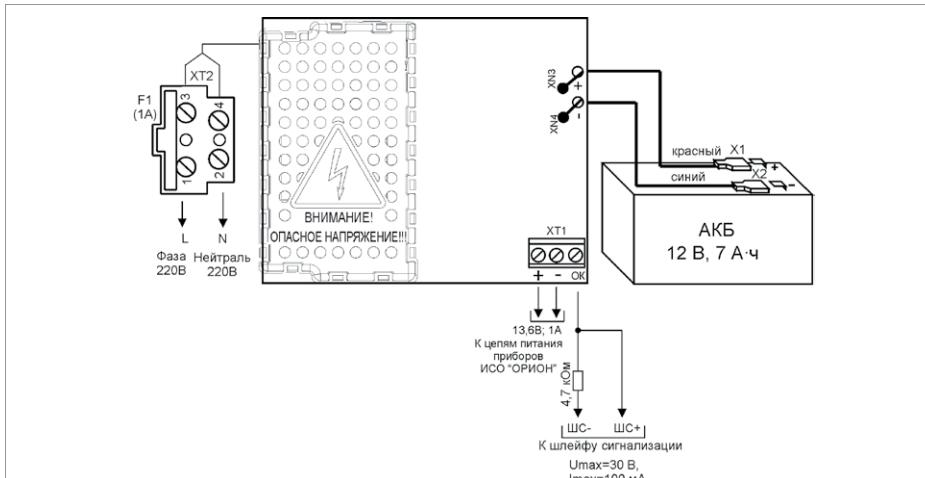

Рисунок 5. Схема подключения РИП-12 исп.11 (РИП-12-1/7П2)
1.6. Схема подключения приведена на рис. 5.
1.13. Проверьте правильность произведённого монтажа в соответствии со схемой подключения (Рис. 5).